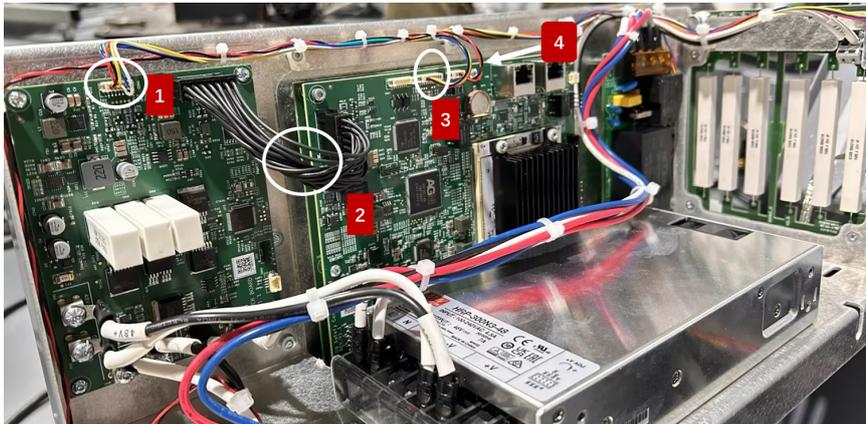

图 3-27: 电源板、刹车板到 Safe IO 的线缆位置
6. 断开刹车板到电源板上的线缆，即图 3-27 中的 1（刹车板信号控制线）；
7. 断开电源板、刹车板到 Safe I/O 上的线缆，如图 3-27 所示；